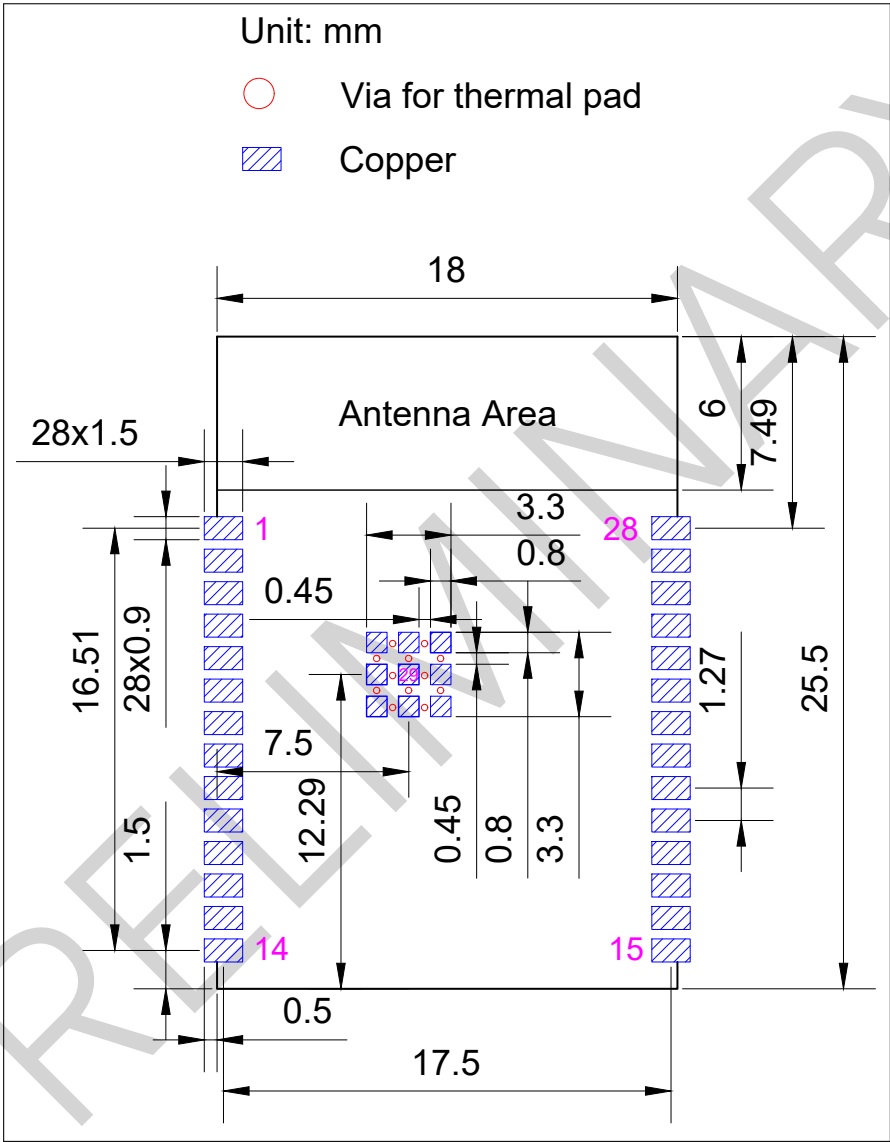
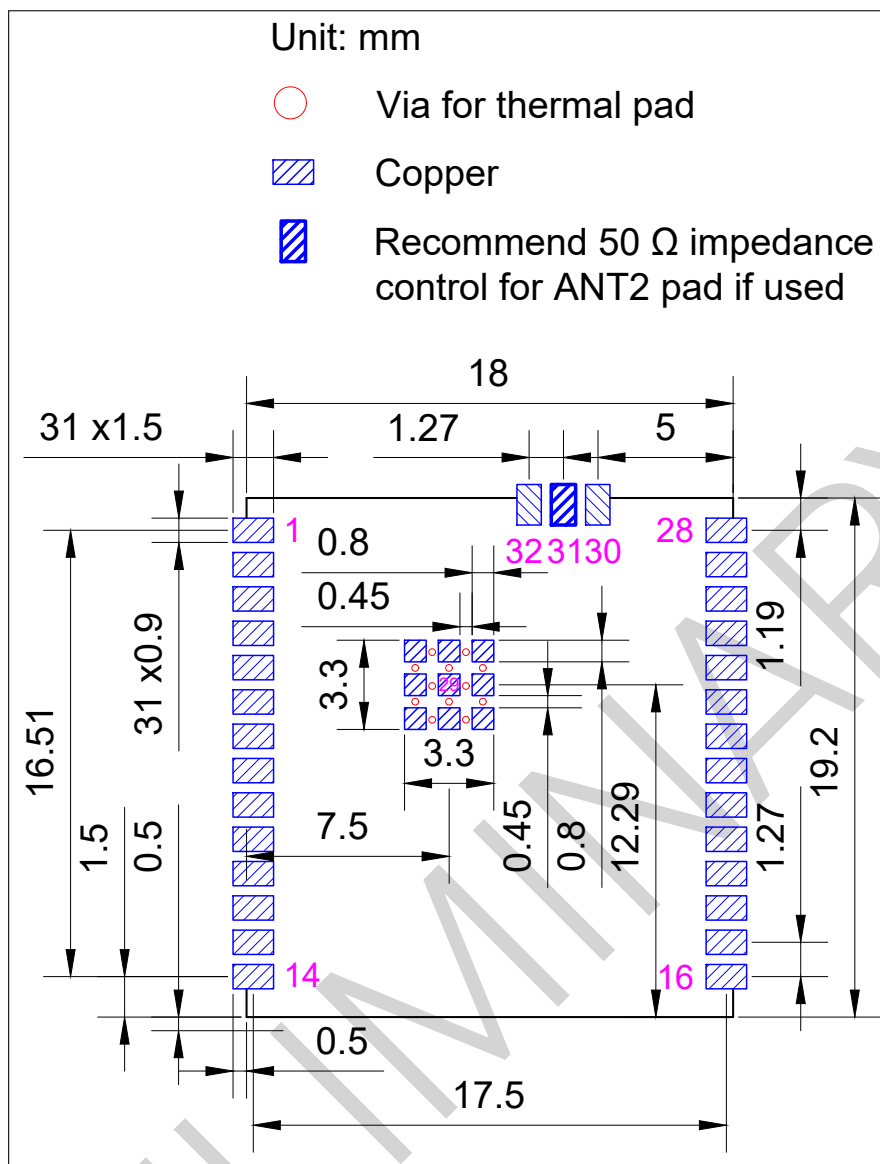

图 13: ESP32-C61-WROOM-1 推荐 PCB 封装图形
图 14: ESP32-C61-WROOM-1U 推荐 PCB 封装图形
- 推荐 PCB 封装图，标有 PCB 设计所需的全部尺寸。详见图 13 ESP32-C61-WROOM-1 推荐 PCB 封装图形和图 14 ESP32-C61-WROOM-1U 推荐 PCB 封装图形。